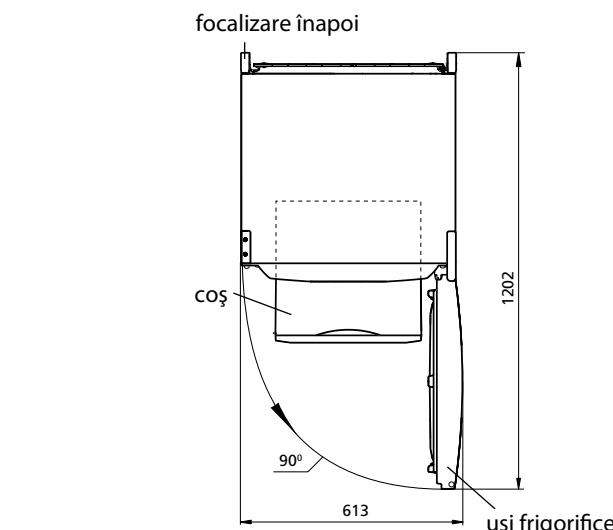

Figura 2 – Congelator (vedere de sus)
1.3 Spațiul necesar pentru instalare al congelatorului este determinat conform dimensiunilor arătate în Figura 2 (mm). Pentru a ușura scoaterea pieselor din congelator ușa trebuie să fie deschisa la 90° minim.